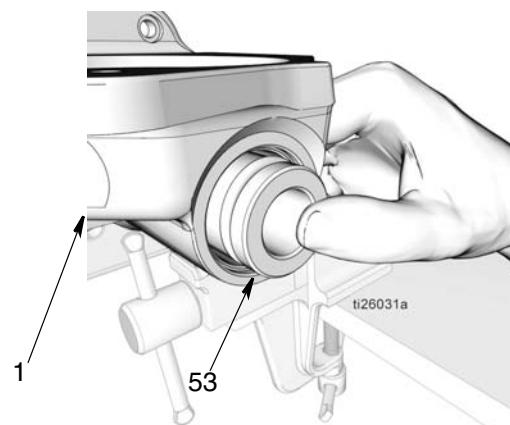

图 42
- 使用拇指将衬套 (53) 按入泵底座 (1)。然后使用软杆，将衬套尽可能地向下按 (图 42)。